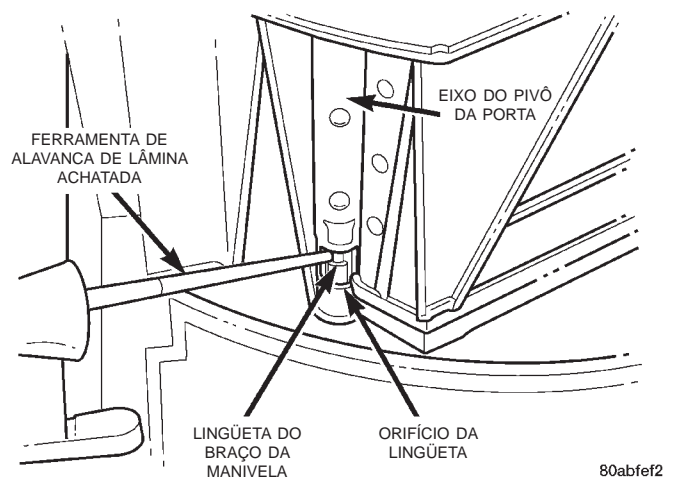

Fig. 55 Remoção/Instalação da Alavanca da Porta de Modo - Típica
(1) Retire e desmonte o compartimento de A/C-aquecedor. Consulte “Compartimento de A/C-aquecedor”, neste grupo, para obter mais informações sobre os procedimentos.
(2) Retire os atuadores a vácuo da porta do painel/desembaçador do compartimento de A/C-aquecedor. Consulte “Atuador a Vácuo da Porta de Modo”, neste grupo, para obter mais informações sobre os procedimentos.
(3) Coloque uma chave de fenda no orifício da lingüeta (Fig. 55) do eixo pivô da porta do painel/desembaçador para liberar a lingüeta da alavanca da porta do painel/desembaçador e empurre a alavanca para fora do eixo pivô do lado da metade superior do compartimento de A/C-aquecedor.
(3) Coloque uma chave de fenda no orifício da lingüeta (Fig. 55) do eixo do pivô da porta do degelo para liberar a lingüeta da alavanca da porta do degelo e puxe a alavanca para fora do eixo do pivô do lado da metade superior do compartimento de A/C-aquecedor.
(1) Retire e desmonte o compartimento de A/C-aquecedor. Consulte “Compartimento de A/C-Aquecedor”, neste grupo, para obter mais informações sobre os procedimentos.
(2) Retire o atuador a vácuo da porta do assoalho do aquecedor inferior-compartimento do A/C. Consulte “Atuador a Vácuo da Porta de Modo”, neste grupo, para obter mais informações sobre os procedimentos.
(3) Coloque uma chave de fenda no orifício da lingüeta (Fig. 55) do eixo pivô da porta do assoalho para liberar a lingüeta da alavanca da porta do assoalho e puxe a alavanca para fora do eixo pivô de fora da metade inferior do compartimento de A/C-aquecedor.